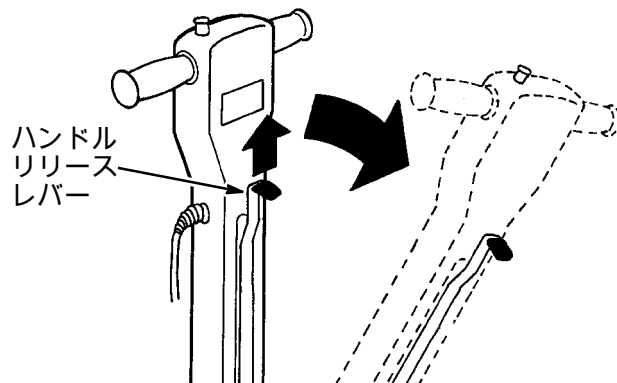

図 4
3. ハンドル高さの調整レバーを上へ引いて、ハンドルを快適な操作の高さに下げてください。レバーを離して、ハンドルをかみ合わせます (図 4)。